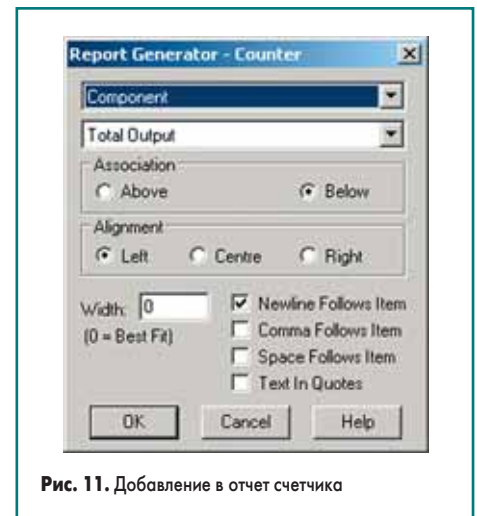

Рис. 11. Добавление в отчет счетчика
20. В появившемся диалоговом окне Report Generator – Counter (рис. 11) в верхнем выпадающем списке выберем строку Component, в этом случае будет посчитано количество компонентов.